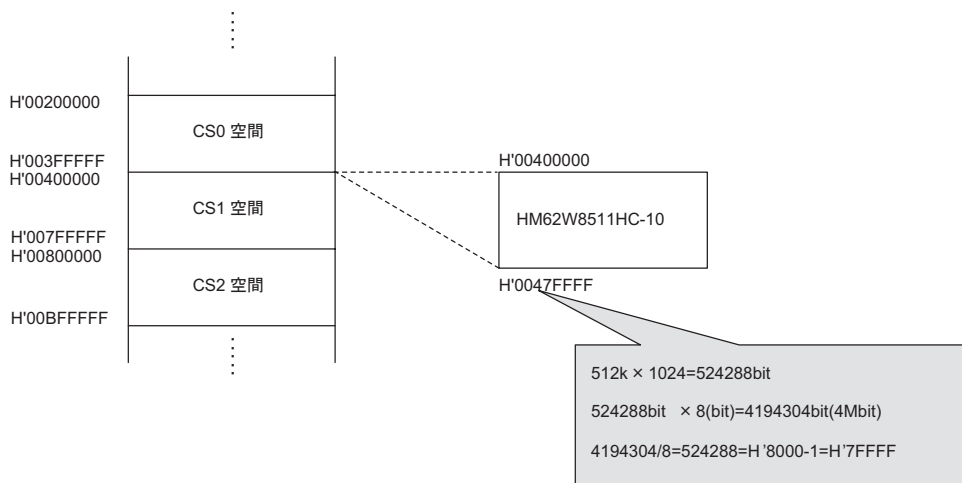

図2 メモリマップ
- (2) 図2に示すように、SH7145のメモリ空間のうち、エリア1（H'00400000～H'007FFFFFFF）に割り付けます。